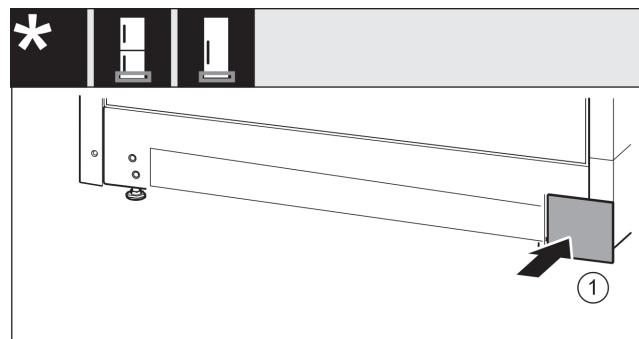

Fig. 16
- Vėl uždékite uždangala kitoje pusėje. Fig. 16 (1)